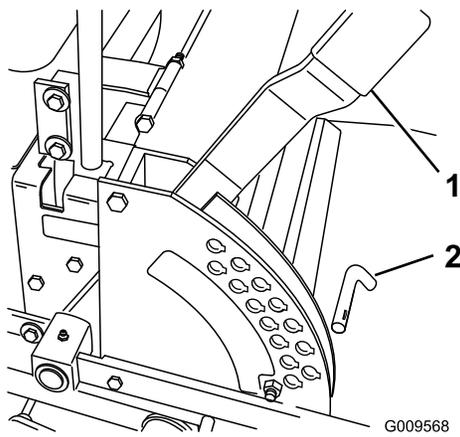

Figure 21
1. Relevez le levier de sélection de hauteur de coupe en position de transport (qui correspond aussi à la hauteur de coupe de 127 mm [5"]) (Figure 21).
2. Pour changer la hauteur de coupe, retirez l'axe du support de hauteur de coupe (Figure 21).
3. Placez la goupille dans le trou du support correspondant à la hauteur de coupe voulue (Figure 21).